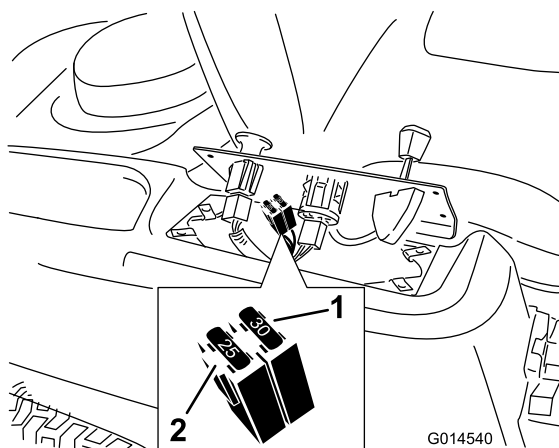

Рисунок 49
2. Поднимите панель управления для получения доступа к главному жгуту проводов и блоку предохранителей (Рисунок 49).
3. Чтобы заменить предохранитель, вытяните его из разъема (Рисунок 49).